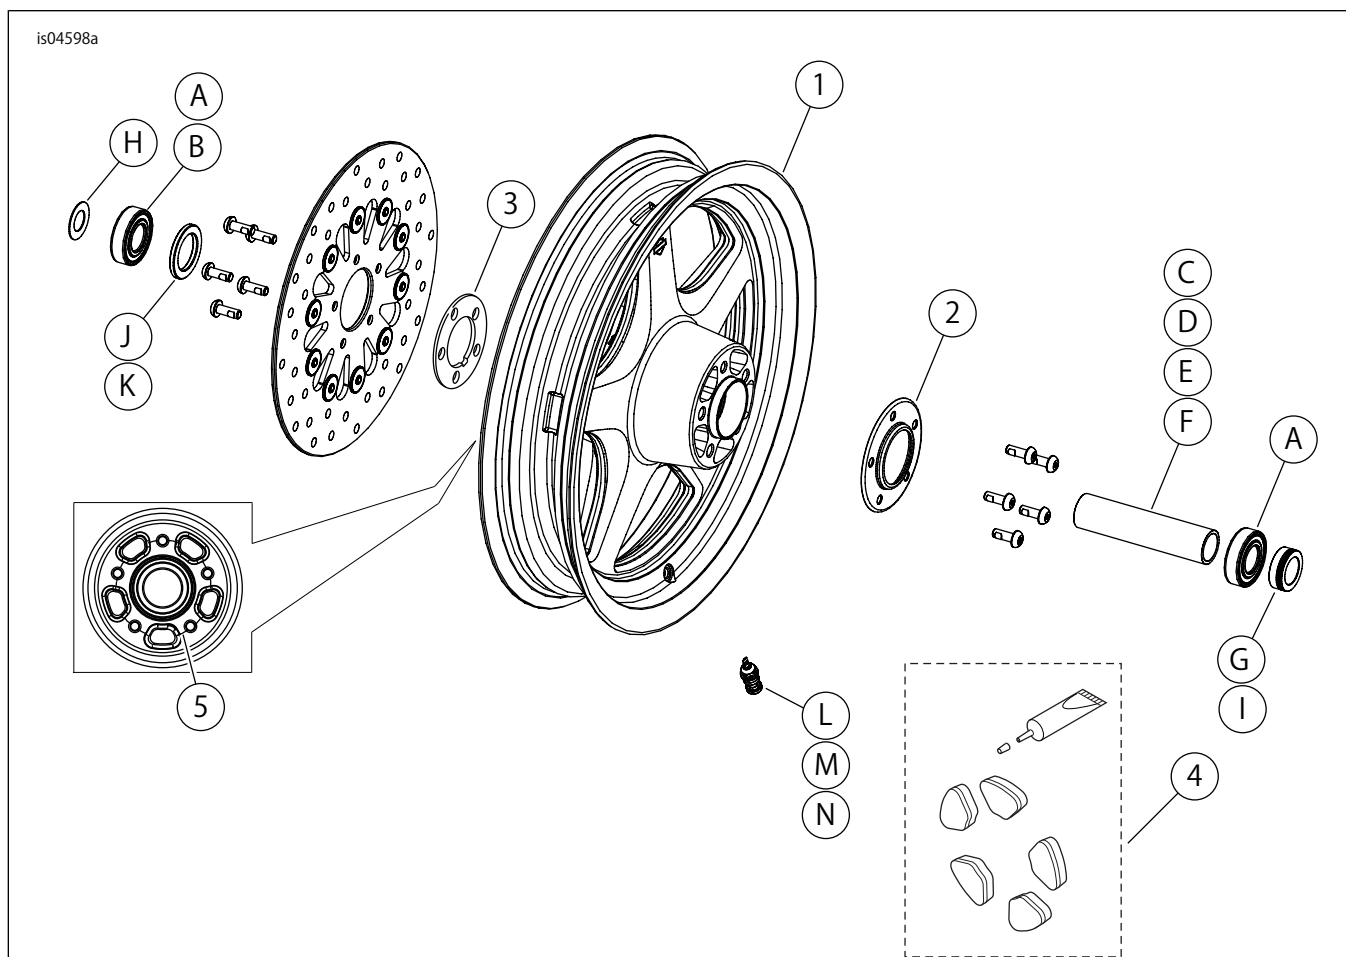

図2。交換用パーツ: フロントサンダースターホイールキット (16 in. ホイール表記)
これらのキットにはカスタムホイールが付属し、キットによってはハブキャップおよびハブプレートも付属する場合があります。[図2を参照してください。キット内容については「表3」を参照してください。
2. 図2を参照してください。ホイールにバルブシステムアッセンブリー(L、M、またはN)を取り付けます。サービスマニュアルの「タイヤ」を参照してください。
- ・ホイールの左側にはハブ面に機械加工溝(アイテム5、図2を参照してください。)および/またはドットマークがあり、ブレーキディスクとプライマリーベアリング側であることを表します。
- ・バイク左側にハブマークがくるようにホイールを取り付けます。ホイールの左側にはハブ面に機械加工溝(アイテム5、図2を参照してください。)およびハブマークがあり、それがプライマリーベアリング側であることを示します。
- ・ホイールのハブ面には、右側を表す機械加工溝(アイテム5、図2を参照してください。)があります。